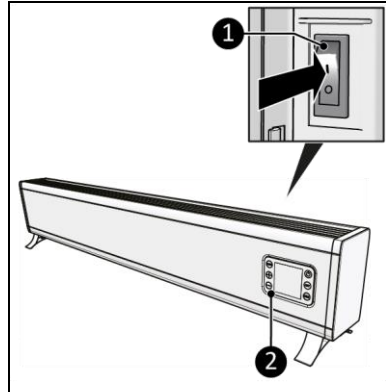

Abbildung 15
1. Stellen Sie den EIN/AUS-Schalter auf EIN (Abbildung 15, Pos. 1).
2. Die Anzeige (Abbildung 15, Pos. 2) zeigt OFF an.